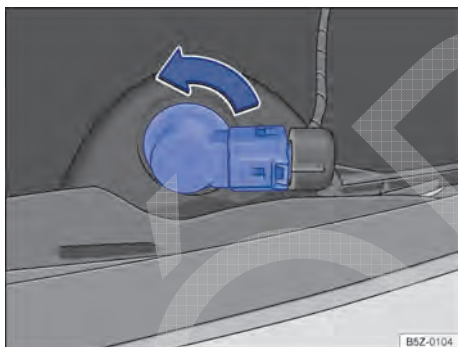

Fig. 142 Atrás do para-choque traseiro: acesso à lâmpada incandescente da lanterna de neblina (somente lado esquerdo).
3. Girar o soquete da lâmpada → Fig. 142, no sentido anti-horário da seta, e desencaixá-lo do alojamento.